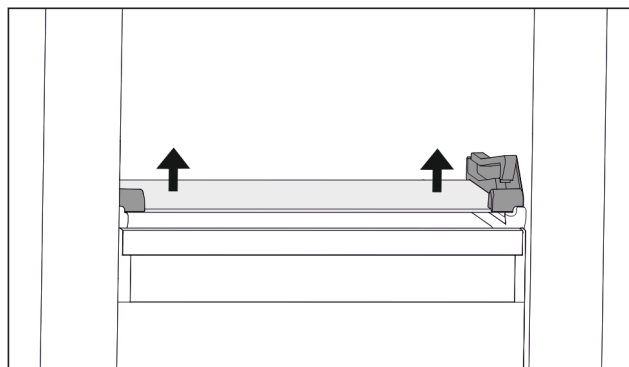

Fig. 70 Glashylla för tippbar utdragslåda
- ▶ Tryck upp glashyllan underifrån på båda sidorna. (se Fig. 70)